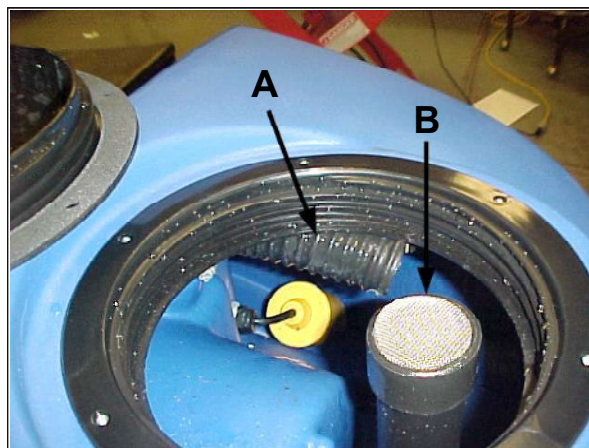

Afb. 34
8. Draai de kraanbehuizing naar links (zie afbeelding 34).